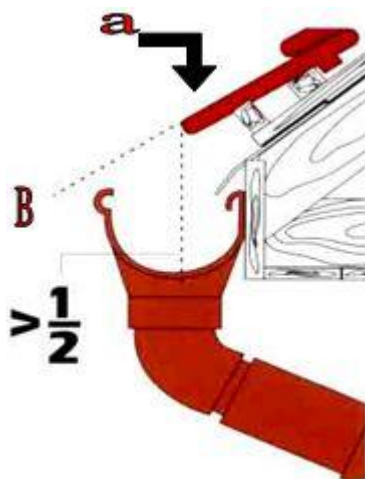

Рис. 3
2.3. Желоб должен выходить за пределы ската крыши а не менее чем на половину своего диаметра, и не должен выходить за пределы линии, являющейся продолжением крыши в (см. рис. 3).